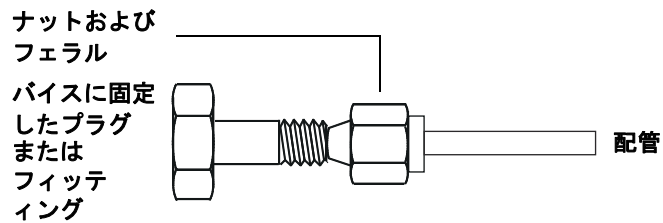

図 12 フィッティングの組み立て
- 3 配管をステンレス製のプラグに押し込みます (図 12)。